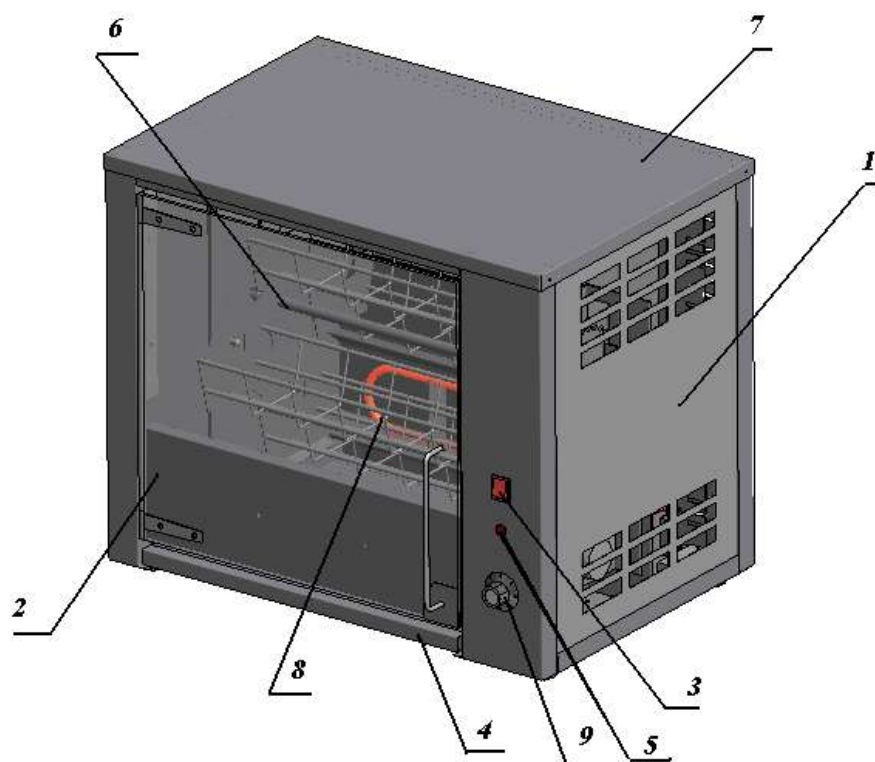

Рис. 2
- 8.3. Нагрев ТЭНов включается поворотом ручки терморегулятора по часовой стрелке поз.9 рис.2. до необходимой температуры. Загорится сигнальный индикатор. При достижении в камере установленного уровня температуры нагрев ТЭНов отключается и сигнальный индикатор гаснет. В процессе приготовления можно регулировать температуру в камере.
- 8.4. Закрыть дверцы гриля и включить вращение барабана при помощи кнопки поз.3 рис.2.
- 8.5. Для того, чтобы остановить люльку в удобном для обслуживания месте, необходимо дождаться когда она займет это положение и нажать кнопку поз.3 рис.2. Вращение люлек остановиться.
- 8.11. Для сбора жира и других отходов в гриле имеется специальный поддон рис.2 поз.4
8.13. По окончании работы выключить нагрев ТЭНов, повернуть ручку (9) рис.2 . Выключить вращение барабана, установив в положение «0», отключить аппарат от сети.